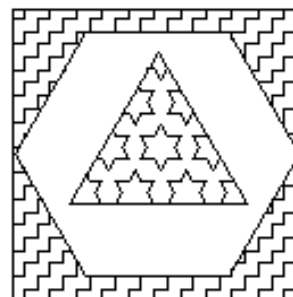

Рис. 12, б
1. Построение изображения (Рис. 12, а)